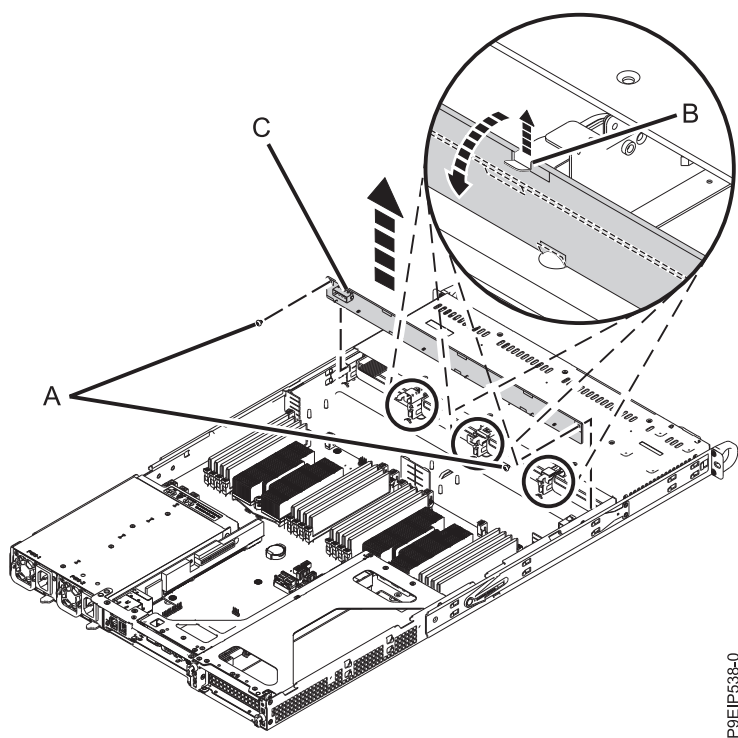

Figure 11. Retrait du fond de panier d'unité de disque et des vis
5. Retirez le fond de panier d'unité de disque comme indiqué dans la figure 11, à la page 16.